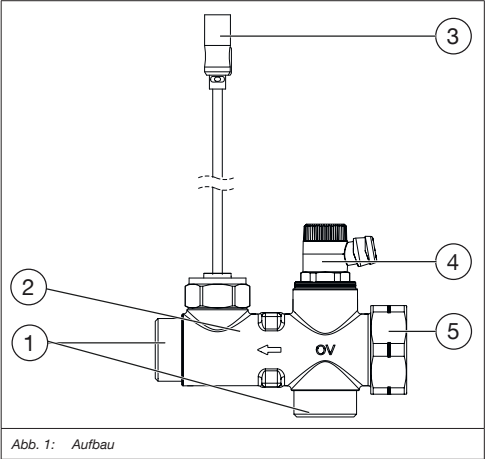

Abb. 1: Aufbau
- Lösen Sie die Überwurfmuttern (siehe Abb. 1 (1)) am Volumenstromsensors und nehmen Sie den Volumenstromsensor von den Rohren ab.
i	Wenn ein Trinkwasserzirkulationsmodul vorhanden ist, entfernen Sie die Verschlusskappe (siehe Abb. 1 (5)).
- Setzen Sie die beiliegenden Dichtungen in die Überwurfmuttern (siehe Abb. 1 (1)) ein und ziehen Sie sie fest. (Drehmoment 45 Nm).